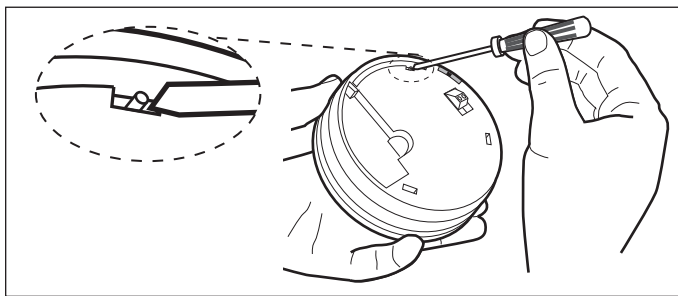

Abb. 9: Funk-Hitzwarnmelder gegen Eingriffe sichern
- Brechen Sie den kleinen Steg am Funk-Hitzwarnmelder heraus, wie in Abb. 9 dargestellt.